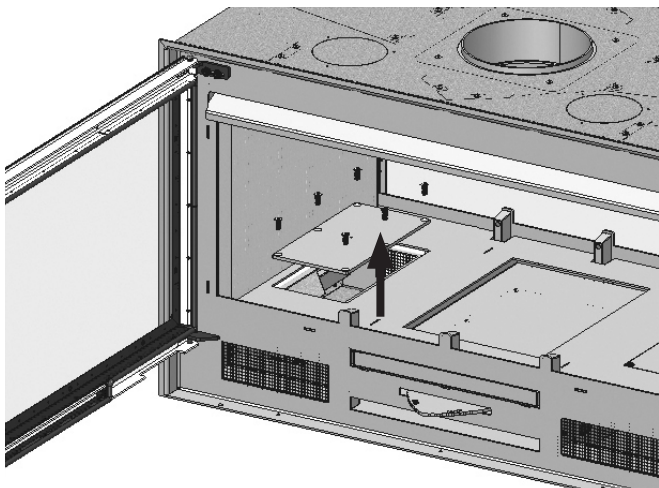

FIG. 4
2. Dévisser les vis des couvercles latéraux qui permettent l'accès aux ventilateurs, situés sous le fond. (Fig. 4)